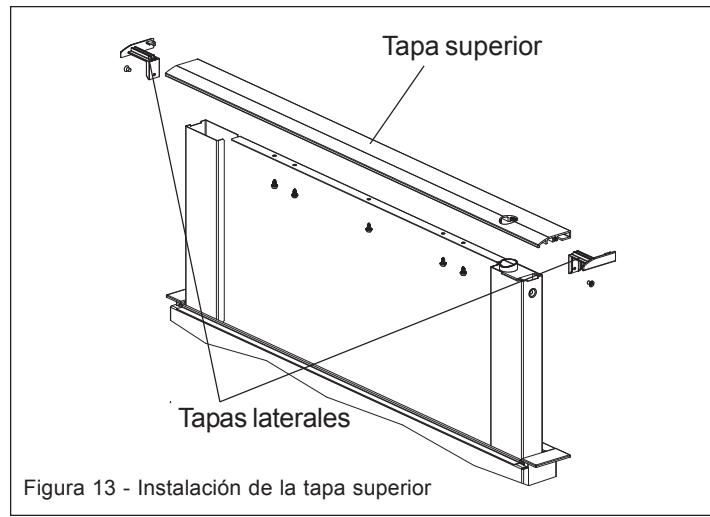

Figura 13 - Instalación de la tapa superior
- Instalar las nuevas tapas laterales y la tapa superior como se muestra en la Figura 13 (primero debe insertar las tapas laterales). Reemplazar los tornillos.